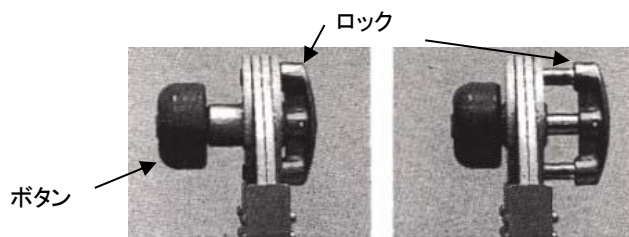

図1
1. オレンジ色のボタンをロックが外れるまでまっすぐに押して下さい。(図1)